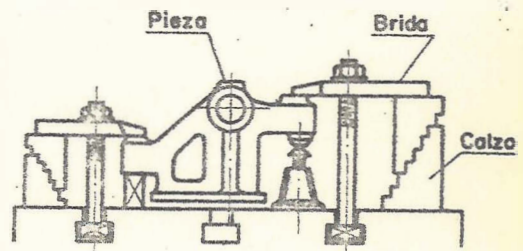

Fig. 2
- La sujeción con bridas, o fijación vertical da excelentes resultados para piezas de formas complicadas o de grandes dimensiones. El dispositivo de tornillo y tuerca da una gran seguridad de inmovilización y proporciona un apriete perfecto. Este tipo de sujeción requiere, accesorios de apoyo. (Fig. 2).